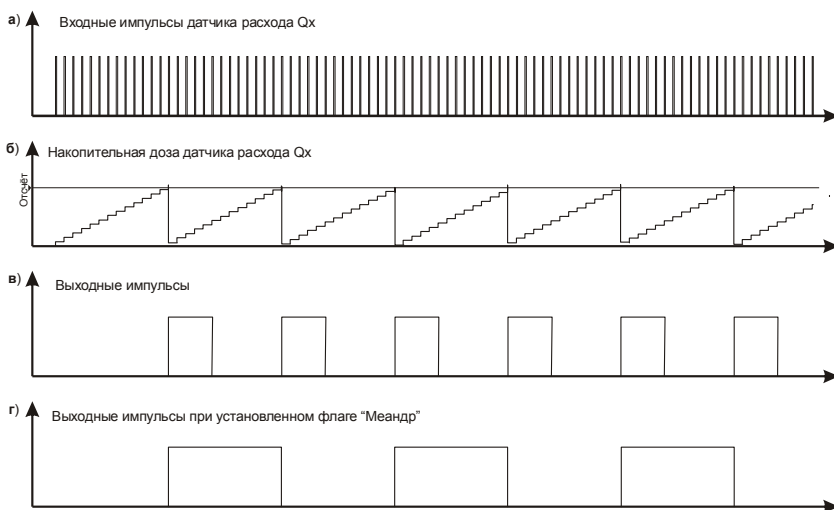

Рис. 6
**5.17.7** Установка нулевой величины параметра «Длительность импульса» приводит к появлению в окне вместо численного значения параметра надписи «Меандр». При этом фронт и спад выходных импульсов Импульсного выхода1 синхронизируются с очередными отсчётами накопительных доз привязанного параметра (см. Рис.6г). Аналогичным образом Импульсный выход1 начинает работать, когда установленная длительность выходного импульса превышает время отсчёта установленной накопительной дозы.
При прочих условиях по мере поступления входных импульсов от датчика расхода (см.Рис.6а) накопительная доза увеличивается до превышения установленной величины параметра «Отсчёт» (см.Рис.6б), в этот момент накопительная доза уменьшается на величину параметра «Отсчёт», а на Импульсном выходе формируется импульс заданной длительности (см.Рис.6в).